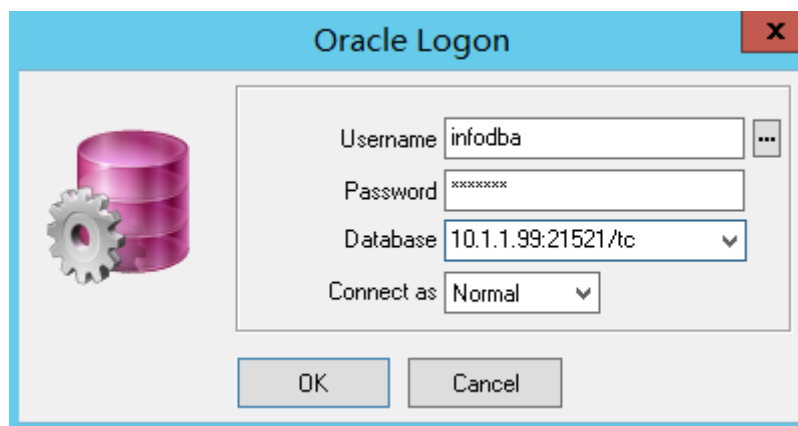

图 1
1. 打开 PLSQL, 并连接到数据库服务器 (如图 1)。